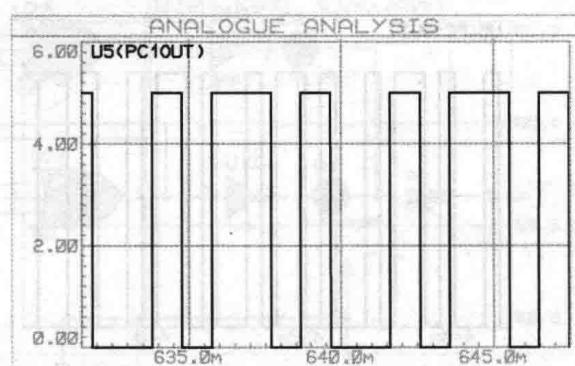

图 1-7 锁相环输出波形图 2
② 输入比较信号为 128Hz 方波信号，如图 1-7 所示。